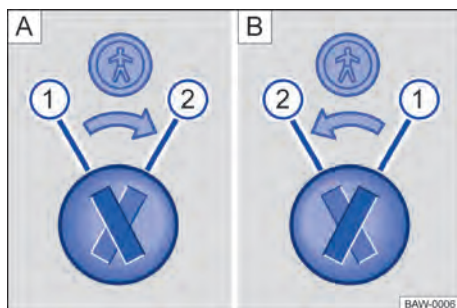

Fig. 47 Trava de segurança para crianças: **A** porta traseira esquerda, **B** porta traseira direita.
Legenda para → Fig. 47:
- Introduzir a haste da chave na ranhura da trava de segurança para crianças para ativar ou desativar → Fig. 47.